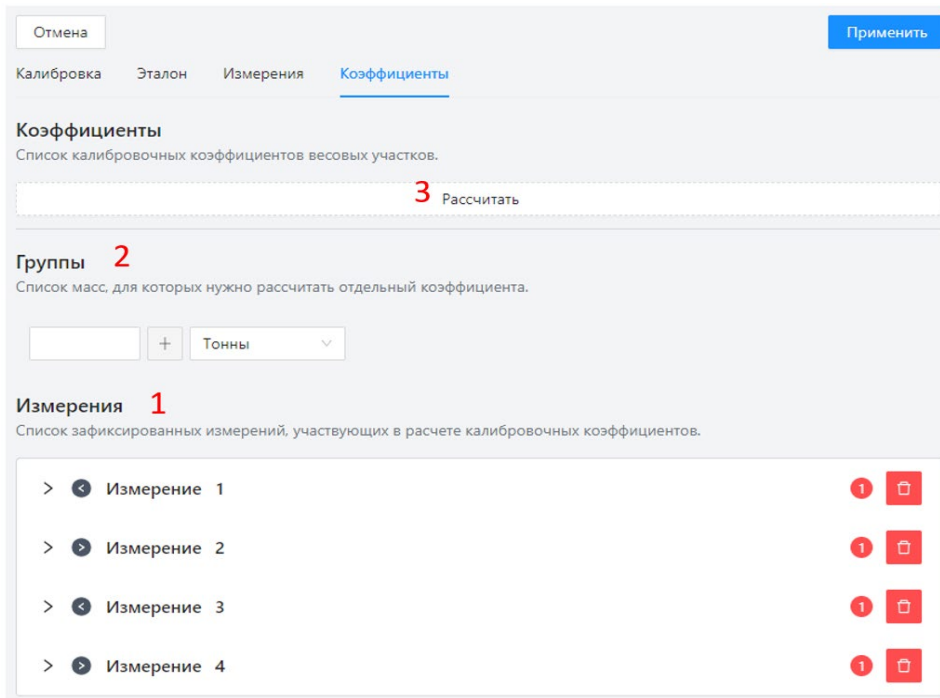

Рисунок 38 – Калибровка. Вкладка «Коэффициенты»
17. После добавления всех взвешиваний перейдите во вкладку «**Коэффициенты**». На данной вкладке отображается список добавленных взвешиваний (Рисунок 38, цифра 1). Для удаления калибровочного взвешивания нажмите кнопку .
18. Для включения линеаризации укажите массы, для которых нужен отдельный коэффициент в поле ввода на панели «**Группы**» (Рисунок 38, цифра 2). Для добавления массы нажмите кнопку «+». Формат значения «Число кг» или «Число т».
19. Для расчета калибровочных коэффициентов нажмите кнопку «**Рассчитать**» (Рисунок 38, цифра 3).